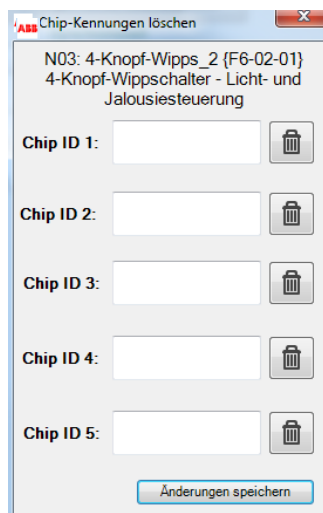

Abbildung 5.22 Löschen
- **Löschen:** Beim Klicken auf das Papierkorb-Symbol öffnet sich ein neues Fenster (siehe **Abbildung 5.22**). Auf diesem Bildschirm werden dem Benutzer alle Chip-Kennungen der assoziierten Knotenpunkte angezeigt. Von hier kann jede Chip-Kennung einzeln gelöscht werden. Denken Sie daran, **Änderungen speichern** zu klicken, bevor Sie das Fenster schließen.